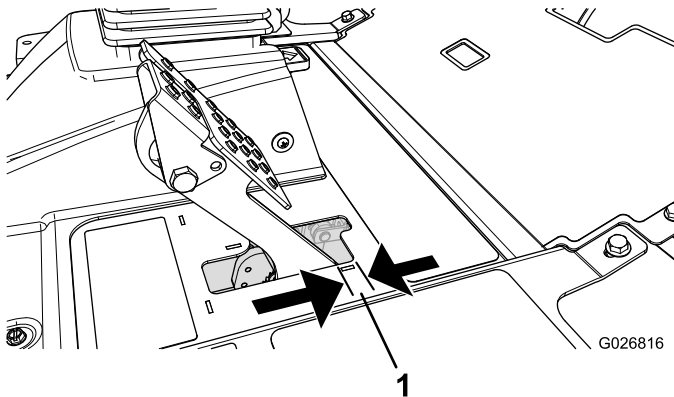

Figure 112
4. Enfoncez légèrement la pédale de frein et mesurez la distance que parcourt la pédale sans résistance (Figure 112).
**Remarque:** Régalez les freins si la garde à la pédale de frein est supérieure à 2,5 cm (1 po) (Figure 112) ou si la force du frein doit être augmentée.
6. Serrez les écrous arrière afin de pouvoir déplacer le câble en arrière jusqu'à obtention d'une garde à la pédale de frein de 6 à 13 mm ( $\frac{1}{4}$  à  $\frac{1}{2}$  po) (Figure 112), avant que le frein de stationnement ne bloque les roues.